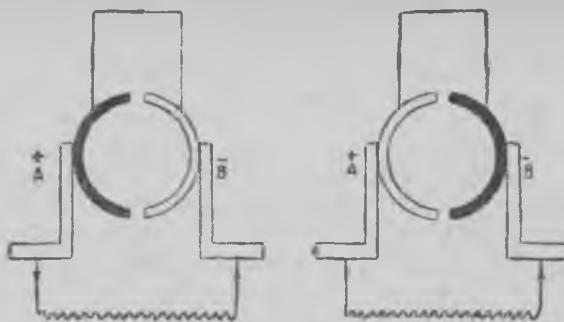

Рис. 130. Коллекторан действиян схема.
81. Постоянной токан динамо. Айях диэлох näхте переменной токка пидäү мүуттуа постояннойкса, застуавиэ маткуамах се ўхтес направленияс улгойста цеппииэ мүбөте. Токка мүутетах коллекторан азеттамиизел, кудама состоиу кахтес ваклизес тойне тойзис и осяя изолириутус пуоликольчас (рис. 130). Личчавукках щётка A (рис. 130) мустах пуоликольчах, кудамах тাখ айгах тулou токка и щётка B личчавукках валгиэх пуоликольчах, кудамас токка майнбүй иарес. Улгозес цепис токка маткуау щёткас A щётках B. Виткас токка маткуау валгиэс пуоликольчас мустах. Конза катушка пүбрәхтäү 180° , обмоткас мүутту токан направления: валгиэх пуоликольчах тулou токка, а мустах майнбүй. Тäс положенияс щётка A личчавуу валгиэх пуоликольчах, а щётка B — мустах, и улгозес цепис токка маткуау эндизес направленияс — A-с B-х. Родих